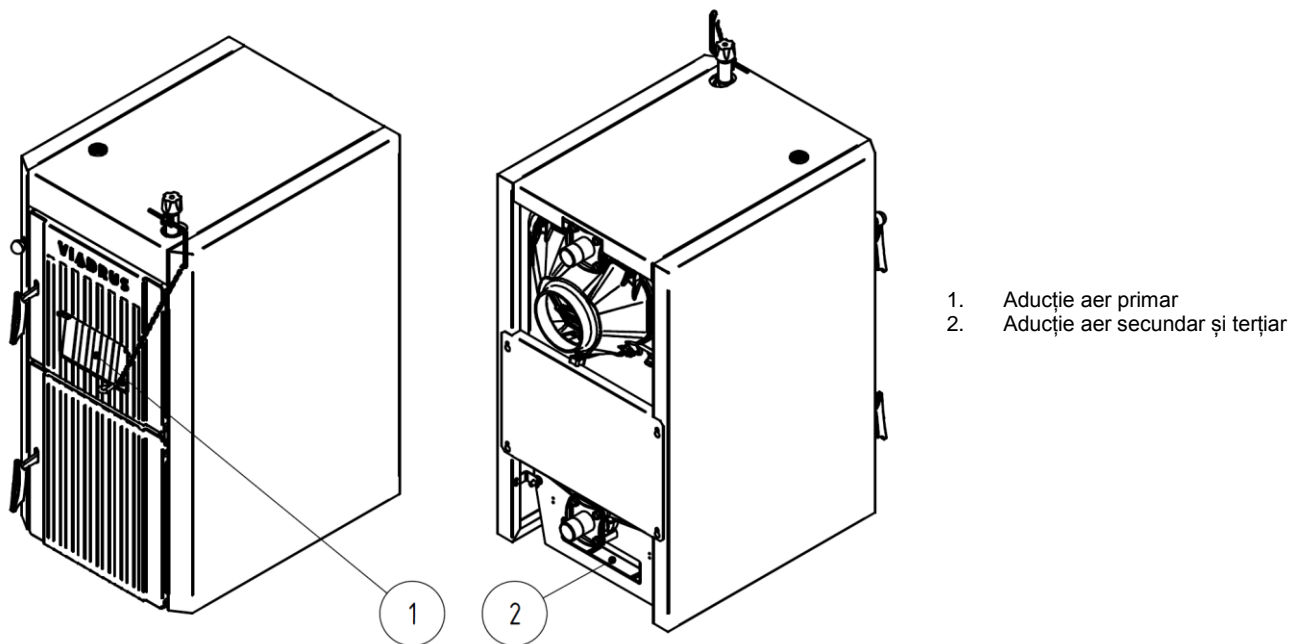

Fig. nr. 24 Fluxul aerului de ardere
4. La terminarea sezonului de încălzire se va curăța spațiul de după obturatorul de aducție a aerului terțiar (orificiul din partea inferioară de spate a cazanului poziția 2 fig. nr. 24), se vor trata bolțurile de rotire ale clapetei de scurtcircuitare și ale tuturor ușilor.